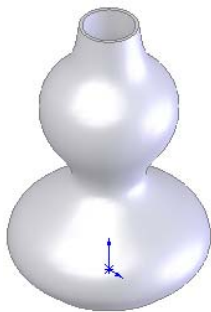
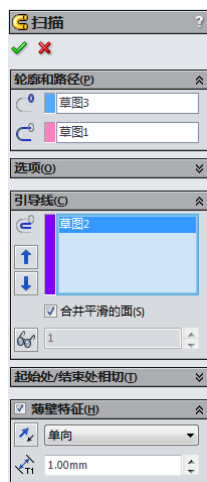

图 3-45 薄壁葫芦
图 3-46 “扫描-薄壁”属性管理器
3. 薄壁特征的扫描方式。以绘制如图 3-45 所示的薄壁葫芦为例，说明带薄壁扫描特征的操作步骤。操作步骤与“带引导线的扫描方式”基本相同，只是最后一步中的“扫描”属性管理器的设置不同，在属性管理器中选择了“薄壁特征”复选栏。“扫描-薄壁”属性管理器的设置如图 3-46 所示。